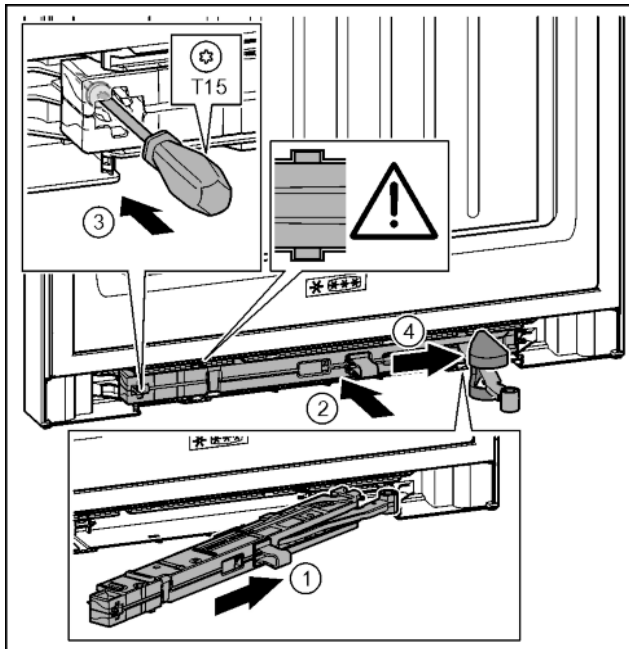

Fig. 37
- ▶ Schließdämpfereinheit auf der Lagerbockseite bis zum Anschlag schräg in die Aussparung einschieben. Fig. 37 (1)
- ▶ Schließdämpfereinheit vollständig in Aussparung schieben. Fig. 37 (2)
- ▶ Schraube mit einem Schraubendreher T15 festschrauben. Fig. 37 (3)
- ▶ Abdeckung über Gelenk schieben. Fig. 37 (4)